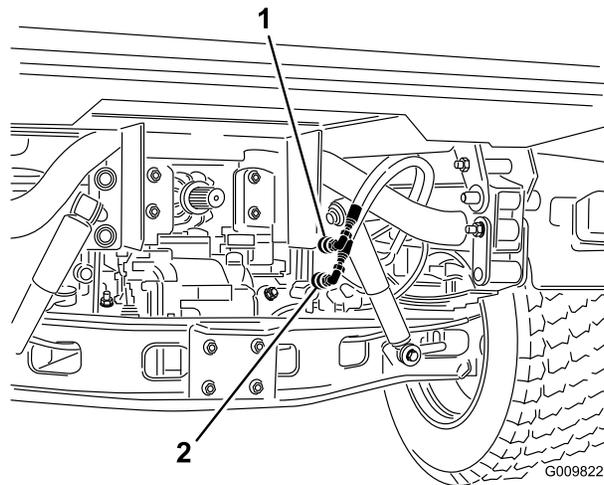

图 17
2. 在序列号为 240000001 及以后的工作车上从固定至接头支架的接头上断开 2 个提升油缸软管图 17。将盖子插入油缸软管快速接头。